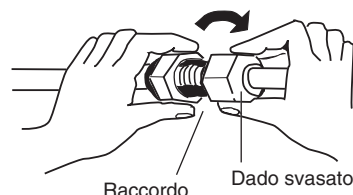

Fig. 5-5
- (3) Per un collegamento corretto, allineare il tubo di raccordo e quello svasato dritti uno rispetto all'altro e quindi, inizialmente, avvitare leggermente il dado flangiato in modo da ottenere un contatto uniforme. (Fig. 5-5)